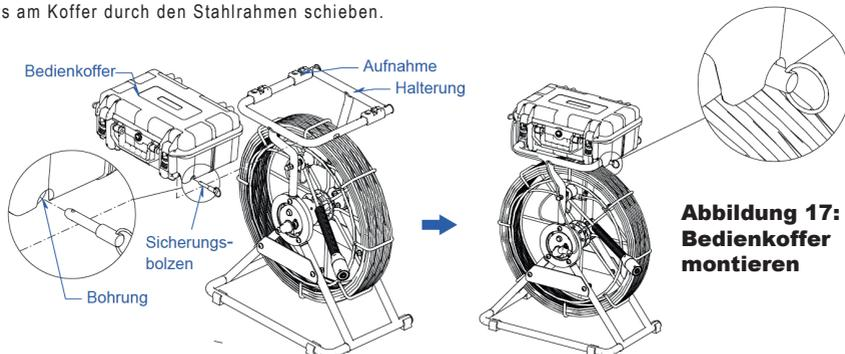

Abbildung 17: Bedienkoffer montieren
3. Montieren Sie den Bedienkoffer (Abbildung 17)